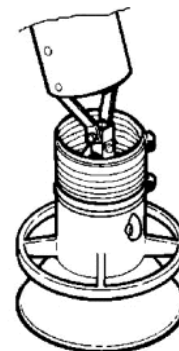

Рисунок 8.4.
8.2.3 Присоедините гибкий шланг (L=400 мм), хомуты, патрубок воздухоприемной воронки и саму воронку к внешнему звену (см. рис.8.4.).